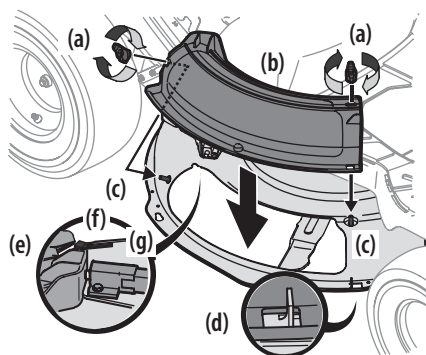

Figure 12
1. Retirez les écrous papillon du plateau de coupe et conservez-les pour utilisation ultérieure. Voir Figure 12.
2. Installez le bouchon de déchetage (b) sur l'orifice d'évacuation du plateau de coupe. L'arrière du bouchon de déchetage (b) doit être glissé sous la languette (f) du support arrière gauche (g). Introduisez les goujons (c) sur la surface du plateau de coupe dans les trous sur la partie supérieure du bouchon de déchetage (b). Introduisez la petite encoche sur le rebord du plateau dans le trou carré sur la partie inférieure du bouchon de déchetage (b). Voir Figure 12.